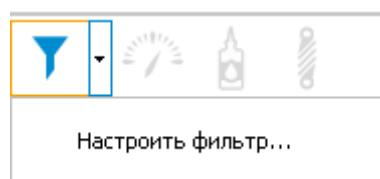
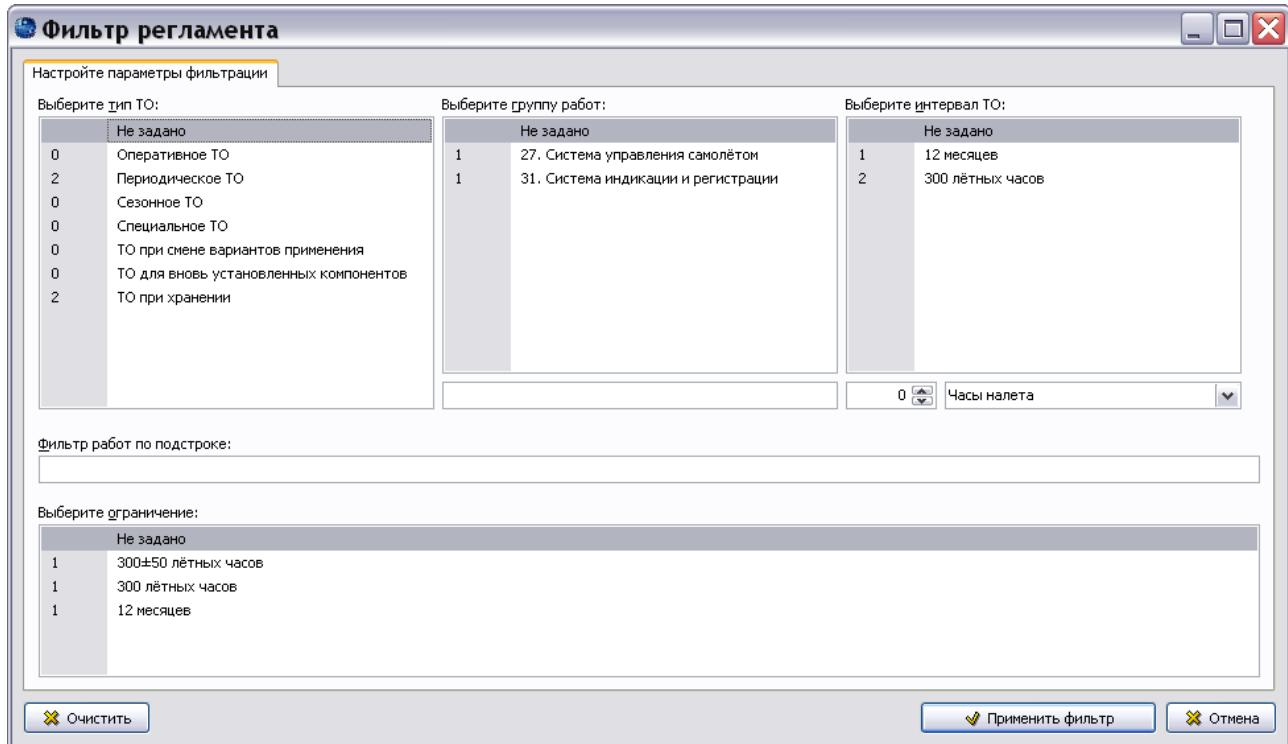

Рис. 133
Рис. 134
1. Нажмите на кнопку справа от кнопки **Включить фильтрацию** и выберите команду **Настроить фильтр** (Рис. 133). После этого откроется окно **Фильтр регламента** (Рис. 134).